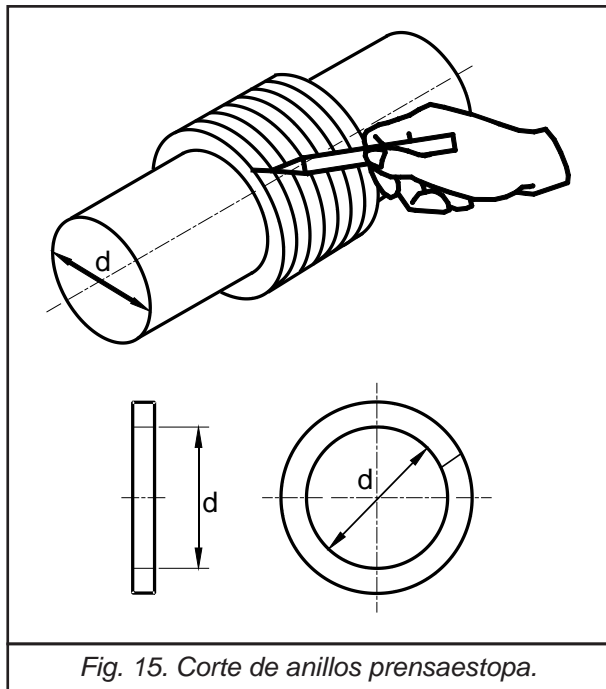

Fig. 15. Corte de anillos prensaestopa.
5. Corte los anillos de empaquetaduras de acuerdo al diámetro del eje enrollando la trenza de empaque alrededor del eje de la bomba sin tensionarlo (Ver Fig. 15).